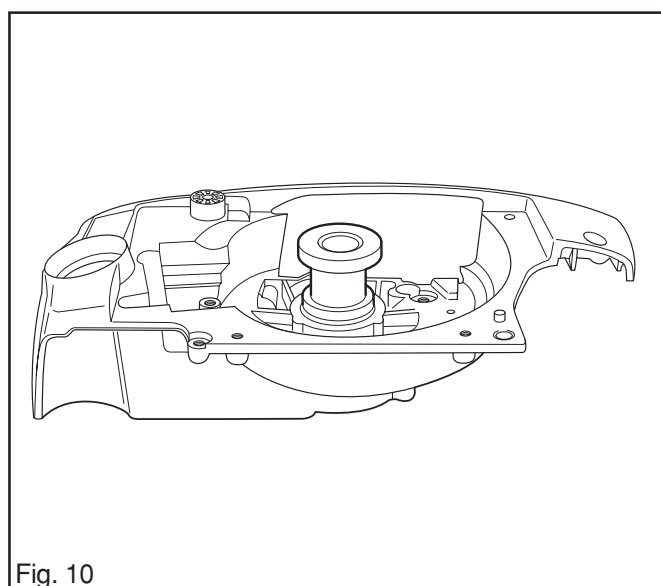

Fig. 10
2. Si de nouvelles bagues d'étanchéité sont montées, graisser leurs surfaces de contact. Pour monter la bague d'étanchéité du côté rotor volant, utiliser l'outil 502 50 30-17. La bague d'étanchéité du côté embrayage se monte dans le roulement à billes. Voir la fig. 10. Les bagues d'étanchéité peuvent également être montées quand le vilebrequin est en place.